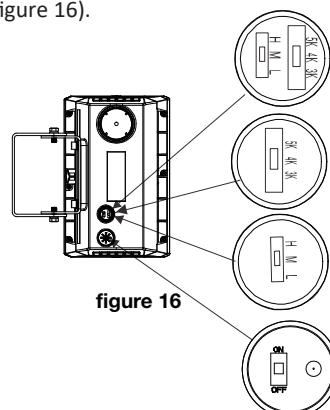

figure 16
Étape 2 : après avoir ajusté la fonction de contrôle requis, resserrez le bouchon métallique dans le sens des aiguilles d'une montre (figure 16).